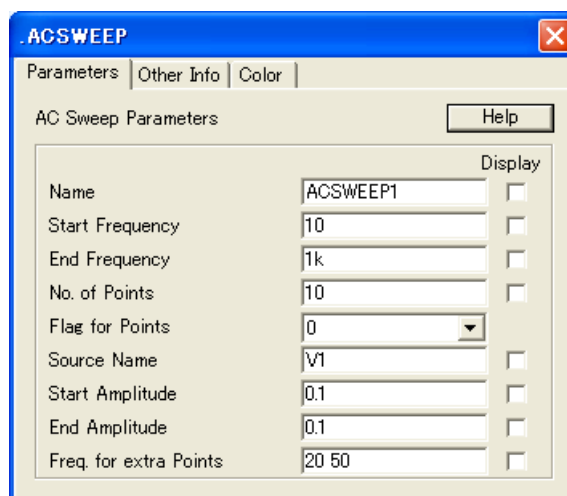
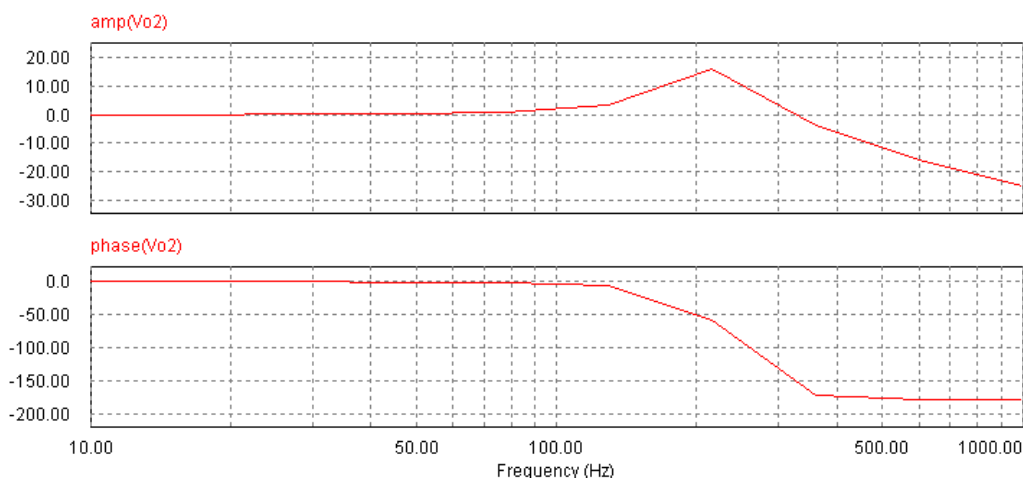
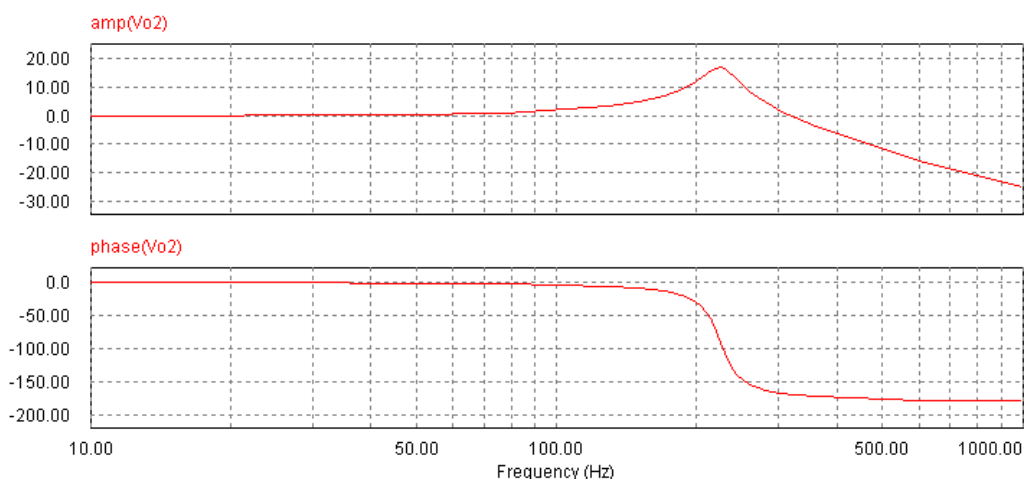
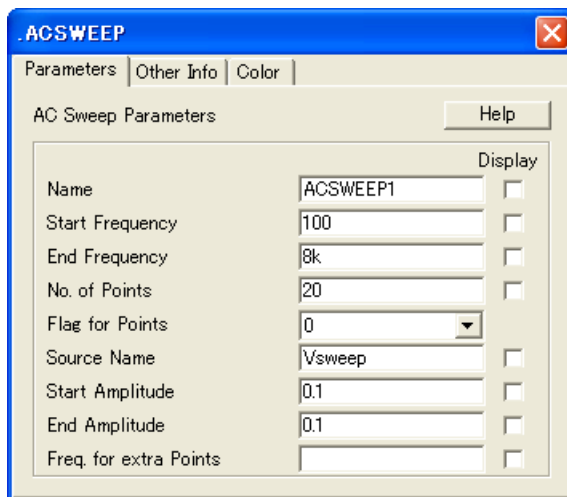

図 2. PSIM .ACSWEEP ウィンドウ
図 3. Simview AC 解析シミュレーション結果 1
図 4. Simview AC 解析シミュレーション結果 2
図 7. AC Sweep ブロックウィンドウ
1. 次にAC解析の設定（周波数範囲、周波数刻みなど）を行います。「AC Sweepブロック」をダブルクリックします。図2のようなウィンドウが立ち上がります。
5. 「Source Name」は正弦波電圧源の名前を入れます。AC解析は、ここで定義された正弦波電圧源を入力として、その周波数をポイントごとに変化させて、各周波数ポイントで各プローブ点から出てくる信号を見るという考えを持っています。よってAC解析をする際は、正弦波電源設定ウィンドウで周波数を設定することは意味を持たないので、行う必要はありません。今回の場合、最初にPSIM上に設置した正弦波電圧源は、その名前をチェックして図2のウィンドウに書き込む以外、設定を変更する必要はありません。
1. PSIMメイン画面で「Run Simulation」をクリックしてシミュレーションを開始します。シミュレーションが終了しまして、Simviewを立ち上げますと、図3のようなAC解析結果を見ることができます。上は入力電源と出力部間の利得を、下は位相差を表しています。このシミュレーション結果から、利得が最も小さくなっている共振点の周波数を見ると216Hz位ですが、この点での位相はおよそ59度です。このRLC共振回路は理論上、共振点では位相が90度回っていなければなりませんので、正しく共振点が読み取れていないと言えます。
2. そこで周波数ポイントの取り方を細かくします。方法としては、図2内の「No. of Points」の数を増やすことです。しかし、この方法では、共振点付近以外の注目しない範囲の周波数帯も細かく見るようになるので、シミュレーション時間が無駄に長くなることがあります。そこで図2内の「Freq. for extra Points」を使います。この欄内に150から300Hzまで10Hzずつ増加するように、その中でも200から250Hzまでの範囲は5Hzずつ増加していくように、共振周波数付近のシミュレーションポイントを細かくしました。そしてシミュレーション結果は図4のようになります。図3よりも滑らかなグラフになっていることが確認できます。利得が最も小さくなっている共振点の周波数を見るとおよそ225Hz、この点での位相はほぼ90度です。より正確な共振点を読み取れていると言えます。このようにシミュレーション時間が多くなる可能性があります、周波数ポイントはたくさん取っておくことをお勧めします。
5. 最後に「AC Sweep ブロック」の設定を行います。図 7 にウィンドウを示しています。することは図 2 を用いて説明したことと同じことです。「Source Name」を「V sweep」になっていることを確認して下さい。今回はその他の設定は変えずに進みます。